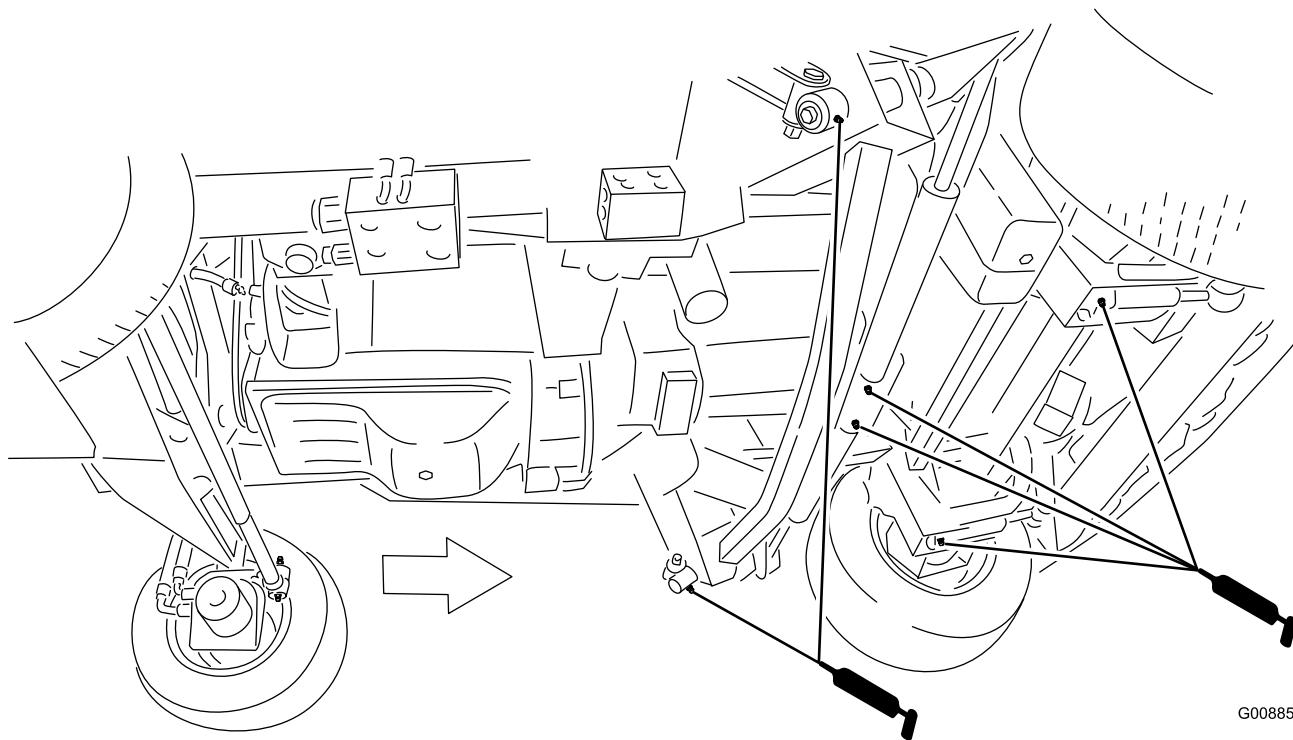

Figure 46
- Bras d'impact (2) (Figure 46)
- Pivots de vérins de relevage de plateau avant (2) (Figure 46)
- Pivots de vérins de relevage de plateaux latéraux (2) (Figure 46)